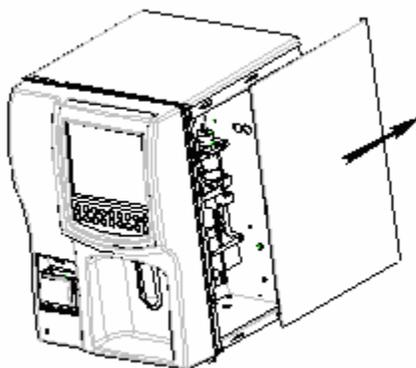

Рисунок 10-57 Снятие правой платы
2. Снимите правую плату, как показано на **рис. 10-57**;